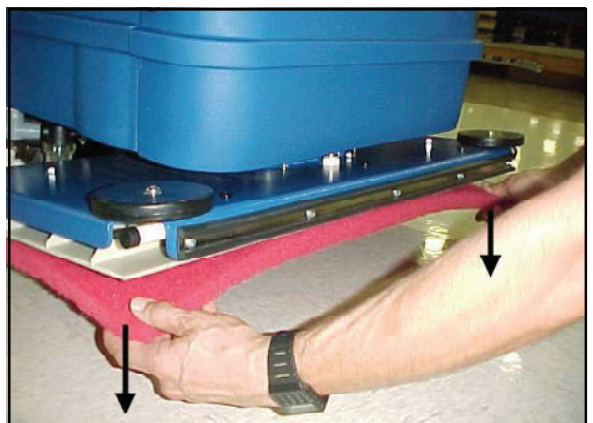

Рисунок 16
5. Потяните назад щётку или полировальник до тех пор, пока он не освободиться из гибких пластин. Смотри рис. 16.